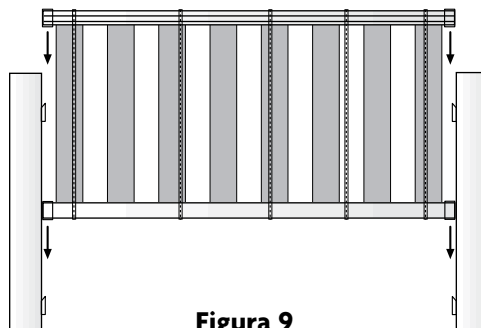

Figura 9
13. Con la balaustrada directamente encima de las cuatro piezas con espiga, baje el barandal lentamente para que los soportes encajen simultáneamente en los las porciones de espiga (Figura 9).